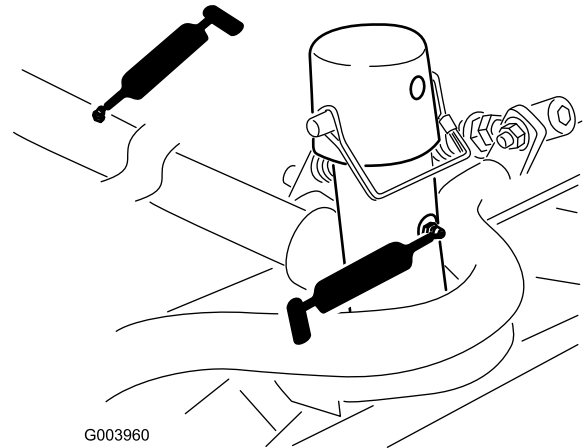

Figura 74
- Bastidor de tiro y pivote de la unidad de corte (2 en cada) (Figura 74).